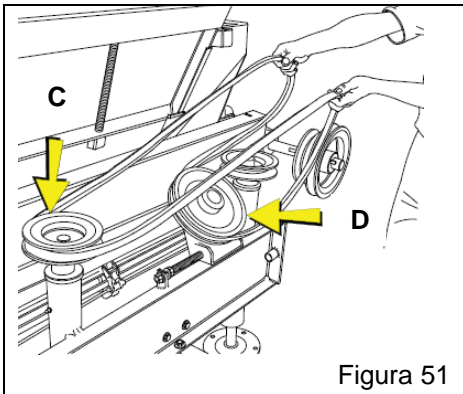

Figura 51
- f) Coloque a correia na polia "C" e depois na polia do esticador "D" (Figura 51);
- h) Encaixe a correia no canal da polia "F" (Figura 51) conforme velocidade de distribuição desejada, depois gire a polia encaixando a correia;